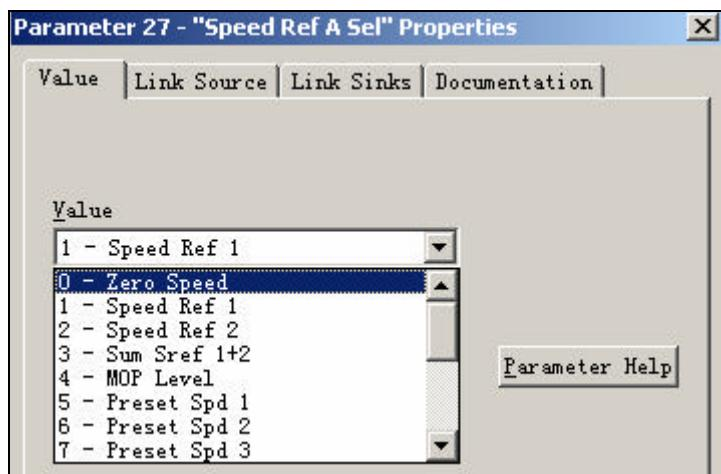

图 6-9 修改参数
(7) 点击 *Value* 的下拉键 ,出现该参数可供选择的选项 ,选择后点击 *OK* 保存设置 ,如图 6-9 所示。